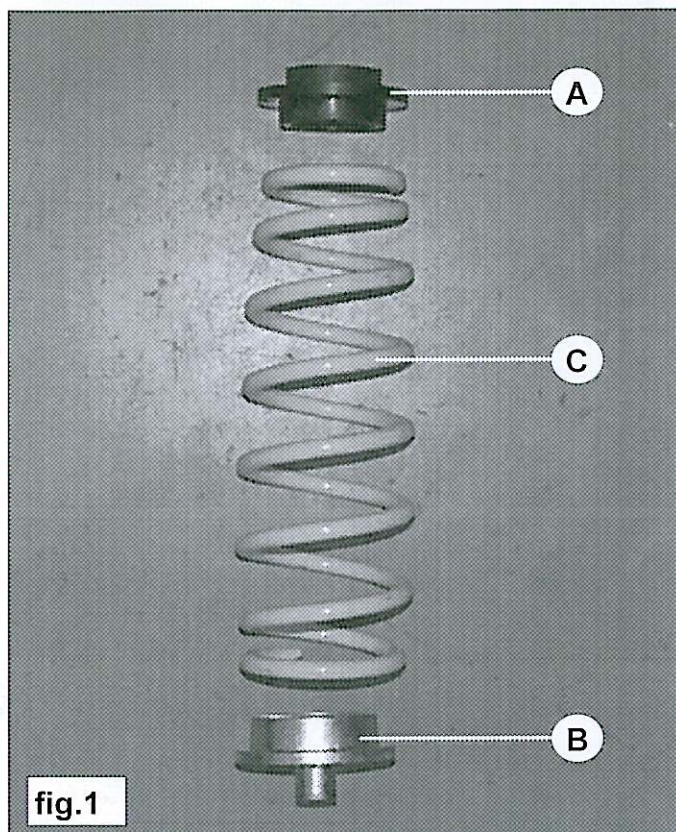

fig.1
4. Plaats veerschotel B aan de onderkant van hulpveer C, zie fig.1.
4. Place springseat B at the lower end of the auxiliary spring C, see fig.1.
4. Platzieren Sie den Federteller B am unteren seite des Niveaufeder C. Siehe Fig.1.
4. Placez la coupelle **B** sur la partie inférieure du ressort auxiliaire **C**. Voir fig.1.
4. Placera fjädersäte **B** på nederändan av hjälpfjäder **C**. Se fig.1.